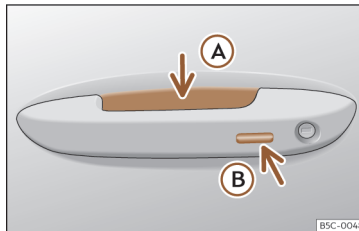

Fig. 82 Mânerul ușii: suprafața senzorială
»» fig. 82
- Apucați cu mâna unul dintre mânerurile ușilor față. Când faceți acest lucru, atingeți suprafața senzorului»» fig. 82 (A) (săgeată) de pe mâner, iar automobilul se descuie.
- Atingeți (o *dată*) suprafața senzorului de încuiere»» fig. 82 (B) (săgeată) de pe unul dintre mânerurile ușilor față. Ușa utilizată trebuie să fie închisă.
- Atingeți (o *dată*) suprafața senzorului »» fig. 82 (B) (săgeată) de pe unul dintre mânerurile ușilor față. Automobilul se încuie cu »»
- Atingeți (*de 2 ori*) suprafața senzorului »» **fig. 82** (B) (săgeată) de pe unul dintre mânerurile ușilor față, pentru a încuia automobilul fără a activa sistemul de securitate „Safelock“»» pagina 109.
- Apăsați butonul de închidere centralizată  de pe telecomandă și atingeți suprafața senzorului de încuiere»» **fig. 82** (B) de pe mânerul ușii șoferului în următoarele 5 secunde. Nu apăcați mânerul ușii; în caz con-
Pentru a închide toate geamurile acționate electric și trapa cu ajutorul **funcției pentru confort**, țineți câteva secunde un deget pe suprafața senzorului de încuiere»» **fig. 82** -- B (săgeată) de pe mânerul ușii, până când geamurile și trapa se închid.
Dacă în apropiere se află o cheie validă, suprafețele senzorilor de pe mânerle ușilor se pot activa din cauza jetului de apă sau de abur sub presiune. Dacă cel puțin un geam acționat electric este deschis și se activează continuu suprafața senzorului»» fig. 82
- SAU: atingeți de 2 ori suprafața senzorului de pe exteriorul mânerului ușii»» fig. 82